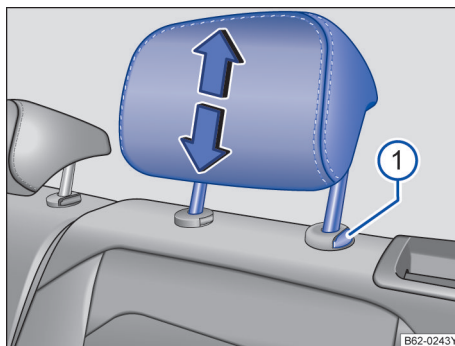

图 61 调整后排头枕
- 按住按钮→图 61①，同时沿箭头方向上推或下压头枕即可将头枕调整至合适高度→▲，在拆卸和安装头枕中，见第 62 页。